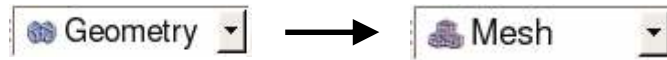
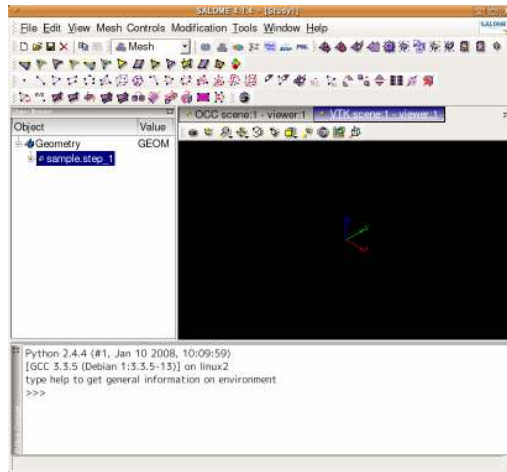

図 15 : SALOME テキストボックス
図 16 : VTK 画面
- ① ランチャー画面のメニューバーにあるテキストボックスを「Geometry」から「Mesh」に変更し（図 15）、図 16 ような VTK 画面を表示させる。